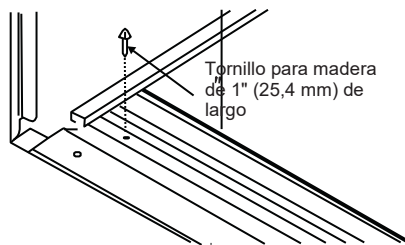

Figura 6
4. Fije la guía inferior al marco de madera con dos tornillos para madera de 1" (2,5 cm) de largo mediante los dos orificios que están en la parte inferior del canal en el marco (consulte la Figura 6).